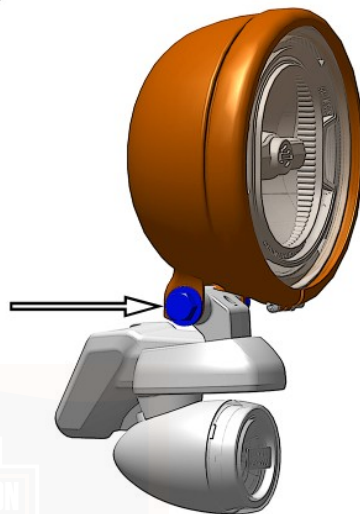

Abbildung 150. Scheinwerferhalterung: Rahmenmontierte Verkleidung, Doppel-LED
2. Siehe Abbildung 150. **Falls erforderlich:** Nur die Einstellmutter am Scheinwerfer lösen.